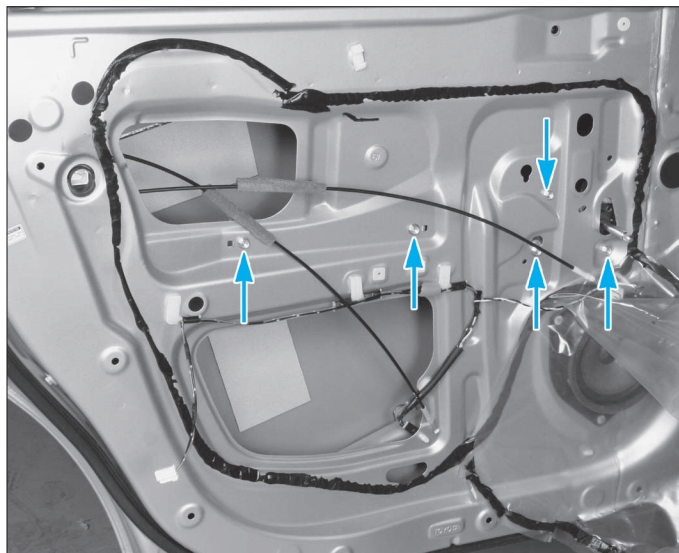

FIG. 46
- Déposer les 5 vis de fixation (6 vis avec moteur électrique) du mécanisme de lève-vitre (fig. 46).